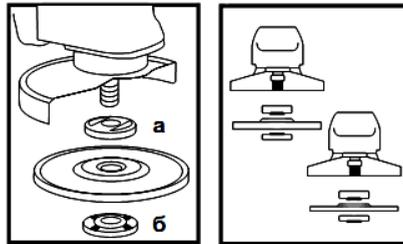

Рисунок 2
**4.4** Встановіть на виріб шліфувальний або відрізний круг. Для цього натисніть на кнопку фіксації шпінделя (3) і проверніть його до такого положення, при якому він зафіксується. За допомогою вилочного ключа з комплекту виробу відверніть і зніміть затискну гайку (б) (дивіться рисунок 2). Встановіть шліфувальний диск на посадкове місце фланцевої шайби (а) (рисунок 2), наживіть рукою затискну гайку на шпіндель і затягніть її ключем з комплекту приладу.